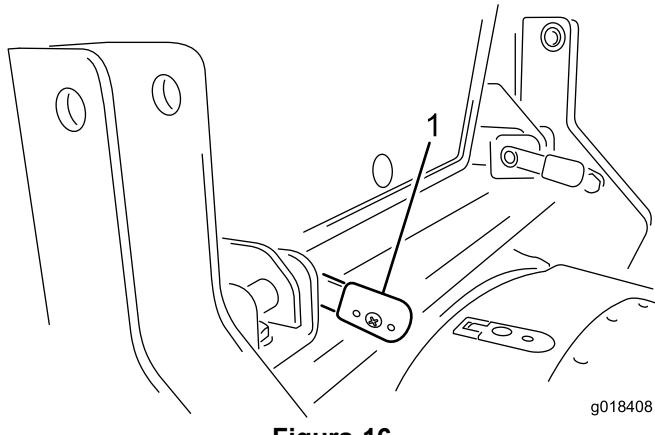

Figura 16
3. Una vez insertadas del todo las palancas, gírelas hacia abajo para bloquearlas en esa posición (Figura 16).